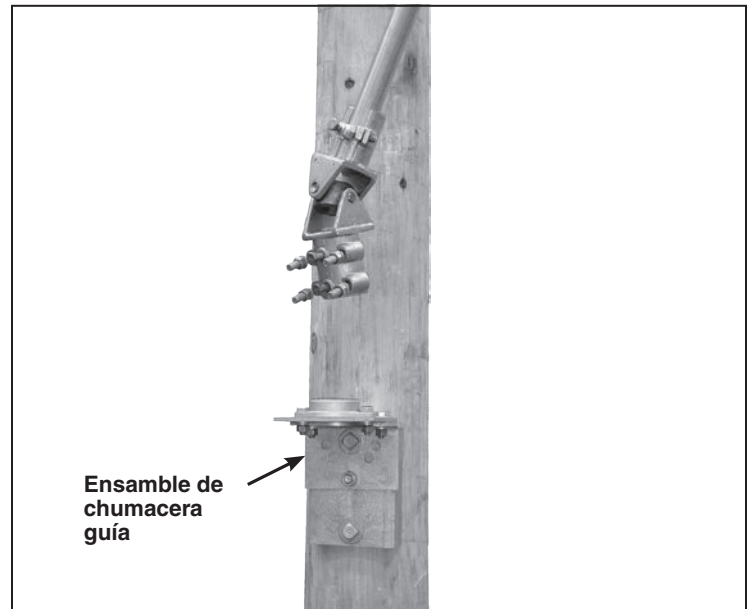

Figura 23. Instalación de la chumacera guía.
**PASO 22.** Posicione e instale el ensamble de la chumacera guía en el poste según las dimensiones que se muestran en el plano de montaje. Ver Figura 23.